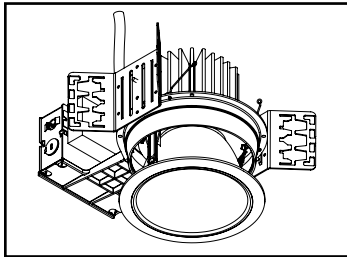

Figure 9.
- Installez le moteur lumineux à DEL et l'assemblage de la garniture en insérant les ressorts de torsion dans les récepteurs en spirale qui se trouvent à l'intérieur du boîtier (Figure 9) ou insérer les vis à travers le rebord de la garniture dans les pinces à étain sur les supports fixés au boîtier.
1. Retirez l'assemblage de la garniture du boîtier (Figure 9).